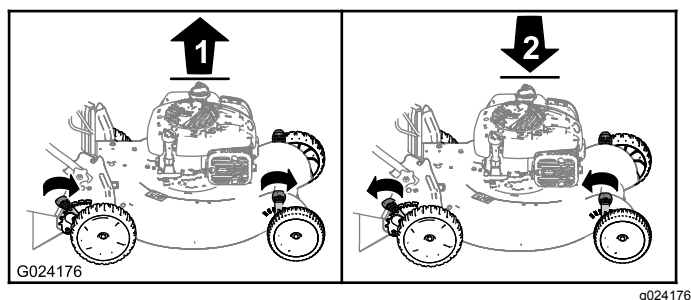

Figura 11
**Nota:** Per alzare o abbassare la macchina, spostate le leve dell'altezza di taglio come mostrato in Figura 11.